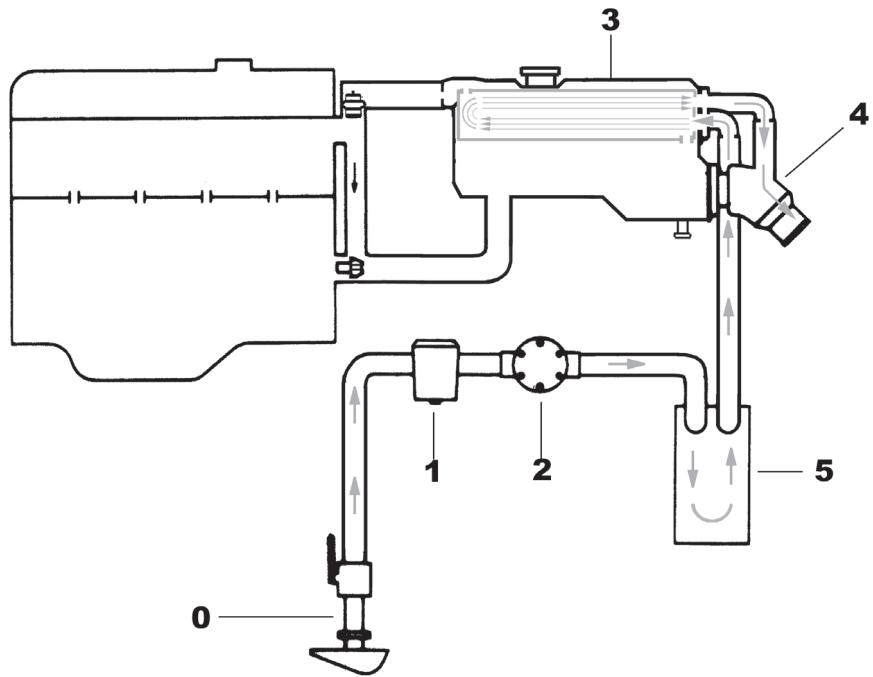

Fig. 2.2 - Abb.2.2
2.2.2 CIRCUITO DE REFRIGERACIÓN “AGUA SALADA” (Fig. 2.2)
2.2.2 “SEAWATER” COOLING CIRCUIT (Fig. 2.2)
2.2.2 CIRCUIT DE REFROIDISSEMENT “EAU SALEE” (Fig. 2.2)
2.2.2 CIRCUITO DI REFRIGERAZIONE “ACQUA MARINA” (Fig. 2.2)
2.2.2 KÜHLWASSERKREISLAUF “SALZWASSER”(Abb. 2.2)